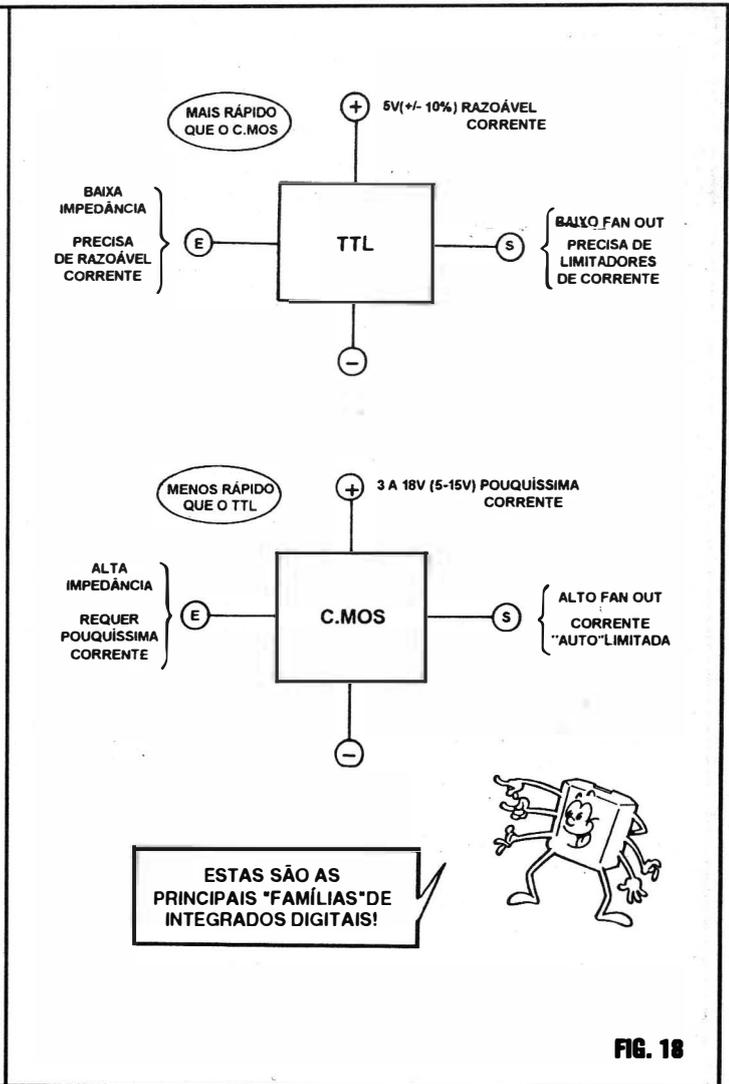

FIG. 18
- FIG. 18 - DIFERENÇAS ENTRE AS "FAMÍLIAS" DIGITAIS TTL E C.MOS - O diagrama mostra as principais diferenças funcionais (elétrica e eletronicamente falando - enfatizamos - já que nos aspectos lógicos têm que ser idênticas as funções...) entre os Integrados Digitais das "famílias" TTL e C.MOS... Vamos resumir tais aspectos: